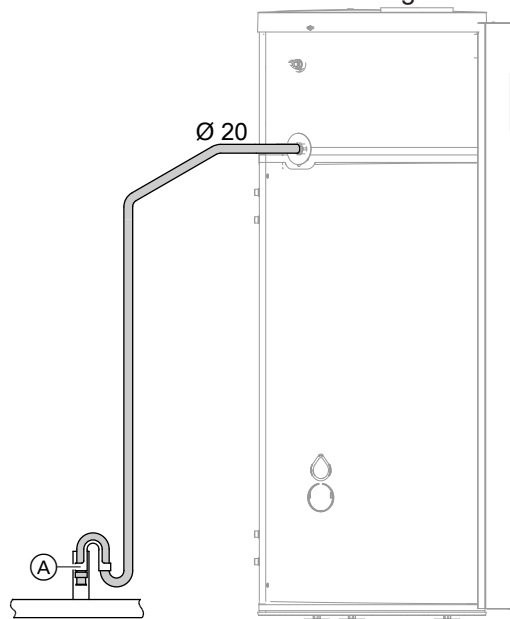

Abb. 18
- Kondenswasserschlauch mit bauseitiger U-Halterung in das Kunststoff-Abflussrohr einsetzen: Siehe Abb. 18. Dabei auf einen korrekten Sitz achten, um die Funktion durch die U-Halterung zu gewährleisten.